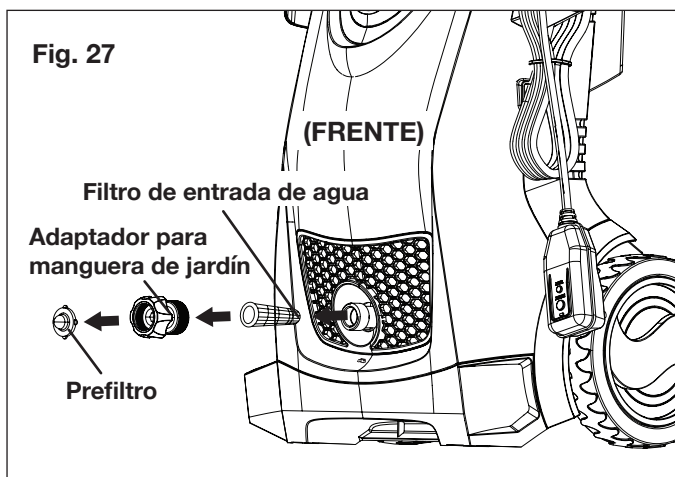

Fig. 28
1. Para garantizar un buen desempeño, verifique y limpie el filtro de entrada de agua (Fig. 27). Retire el prefiltro y filtro de entrada de agua y enjuáguelos con agua tibia para evitar que cualquier material extraño obstruya la bomba (Figs. 28 y 29).